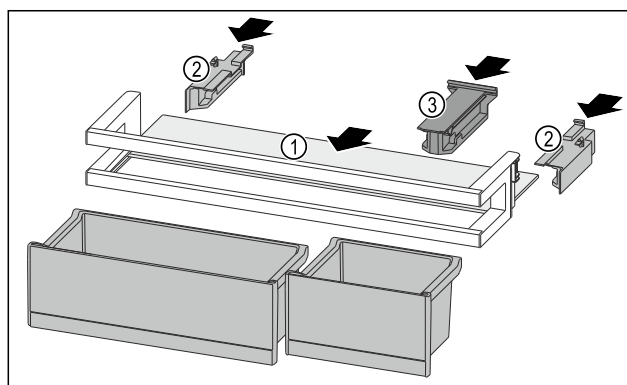

Fig. 149
- ▶ Вдвиньте съемную полку Fig. 149 (1) в боковые пазы.
- ▶ Установите боковые части Fig. 149 (2).
- ▶ Смонтируйте крепление Fig. 149 (3).